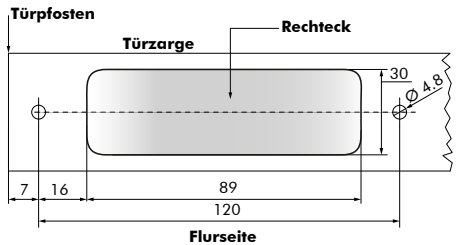

Abb. 16: Schablone (Bohren und Ausschneiden)
2. Im Abstand von 120 mm (Abstand von Bohr- zu Bohrloch) zwei Löcher von 4.8 mm für den vormontierten Sensor in die Türzarge bohren (Abb. 16).